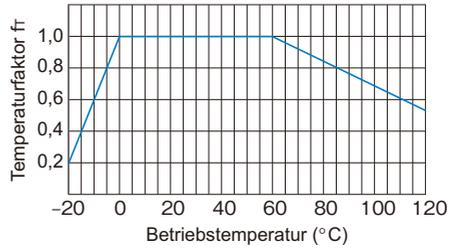

Abb. 2 Temperaturfaktor
Übersteigt die Temperatur der Gewindemutter den normalen Temperaturbereich, nimmt die Resistenz gegen Reibverschweißung und die Festigkeit des Materials ab. Daher muss die zulässige dynamische Belastung (F) mit dem entsprechenden Temperaturfaktor aus Abb. 2 multipliziert werden.
- f_r : Temperaturfaktor (siehe Abb. 2)
- F : Zulässige dynamische Belastung (N)
- P_F : Axialbelastung (N)